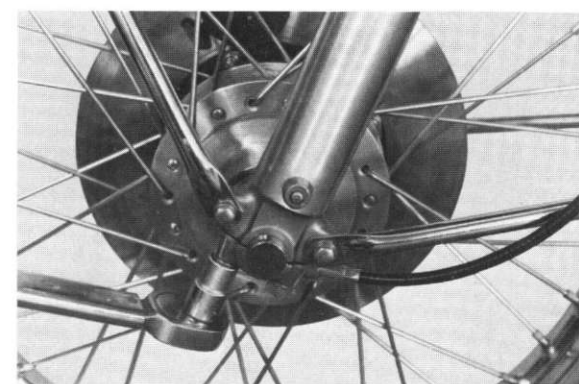

Fig. 15
- f) Tighten the axle holder lock nuts, using a torque wrench. (Fig. 15)
- f) Serrer les écrous d'arcade à l'aide d'une clé dynamométrique. (Fig. 15)
- f) Achshalterklemmschrauben mit einem Drehmomentschlüssel festziehen. (Abb. 15)